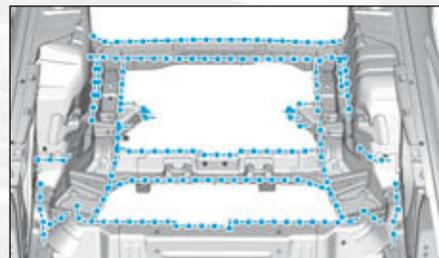

FIG.237
- sur la caisse et les protéger par un apprêt soudable indice "C7" (Fig.237).